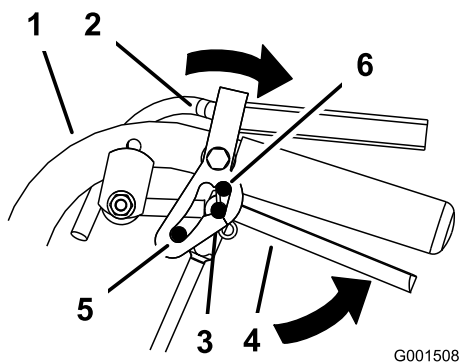

Figura 8
2. Coloque los dedos pulgar sobre la parte superior de los cierres y desplácelos hacia atrás a la posición de PUNTO MUERTO (Figura 8).